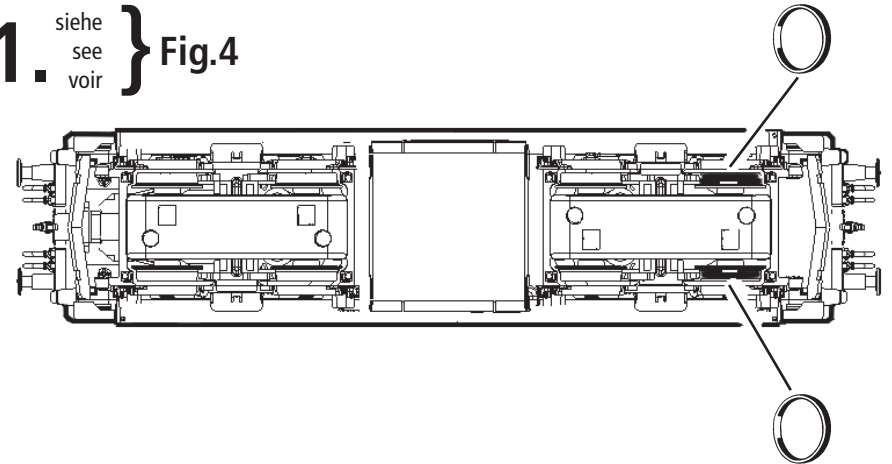

Fig. 9
**Schleiferwechsel:** siehe Fig. 9
**A.C. pick up:** see fig. 9
**Remplacement courant alternatif:** voir fig. 9